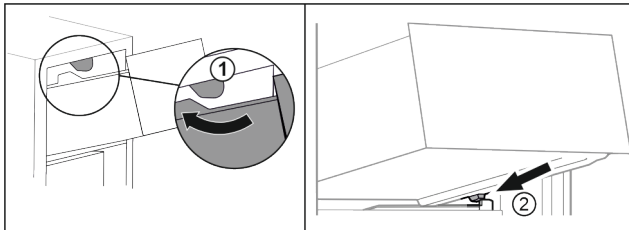

Fig. 40
- ▶ Lade om de bovenste stoppers leiden. Fig. 40 (1)
- ▶ Lade schuin achter de onderste stoppers op containerrib plaatsen. Fig. 40 (2)